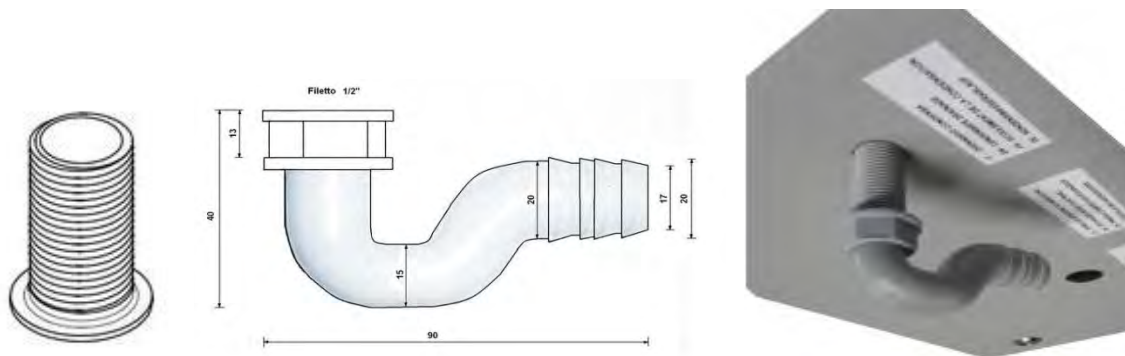
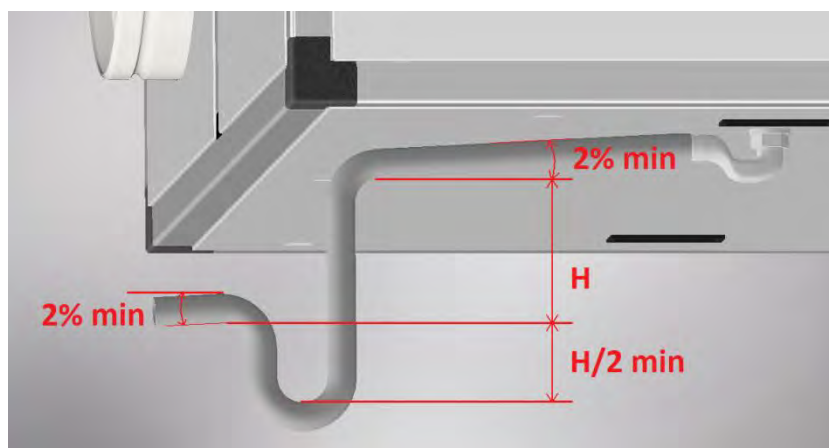

Figura 2 - Immagine del kit di scarico condensa e foto del montaggio sull'unità (è possibile tagliare il tubetto filettato a misura in modo che sporga meno)
Figura 3 - Altezza del sifone di scarico condensa ( $H + H/2 + \varnothing\text{tubo}$ ), valore H riportato nella tabella Specifiche tecniche a pag. 13
- Installare un adeguato sifone di scarico condensa il più vicino possibile all'unità: per alcune unità, in dotazione è fornito un piccolo sifone (vedi Figura 2), il quale ha più una funzione di raccordo che di sifone vero e proprio. Infatti per evitare il risucchio d'aria e quindi il corretto scarico della condensa, è necessario installare/realizzare un sifone con altezza minima come indicato in Figura 3 e nella tabella Specifiche tecniche a pag. 13; l'altezza (H) minima è calcolata tenendo conto delle condizioni di lavoro standard dell'unità, mentre l'altezza ottimale considera la prevalenza totale del ventilatore (quindi permette un corretto scarico condensa in qualsiasi condizione).